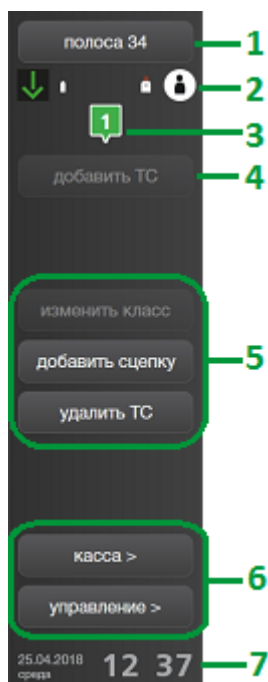
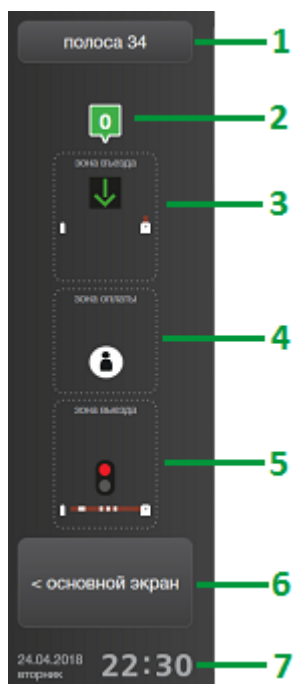

Рисунок 16. Панель управления полосой зоны контроля и управления
Рисунок 17. Панель контроля состояния полосы зоны контроля и управления
Для возврата из других панелей на основную панель используется кнопка [**<основной экран**], расположенная на панели управления в зоне контроля и управления (см. рис. 17, поз. 6).
В зависимости от настроек АРМ, переход на технологическую панель осуществляется нажатием на основном экране кнопки с номером полосы (см. рис. 16, поз. 1), либо прикладыванием служебной БСК к БСК-считывателю.
Переход на панель управления полосой осуществляется нажатием на кнопку [управление >] в зоне контроля и управления (см. рис. 16, поз. б).
Переход на панель «Касса» осуществляется нажатием на кнопку [касса >] в зоне контроля и управления (см. рис. 16, поз. б).
- панель управления полосой (рис. 16);
- панель контроля состояния полосы (рис. 17).
2. при нажатии на область текущей даты и времени (рис. 16, поз. 7 и рис. 17, поз. 7), при этом панели сменяют друг друга вне зависимости от текущей функциональной панели.
Функциональное назначение элементов **панели управления полосой** (рис. 16):
Панель контроля состояния полосы (рис. 17) отображает мнемосхему полосы, что позволяет в любой момент времени видеть реальную ситуацию на полосе, и содержит следующие элементы: